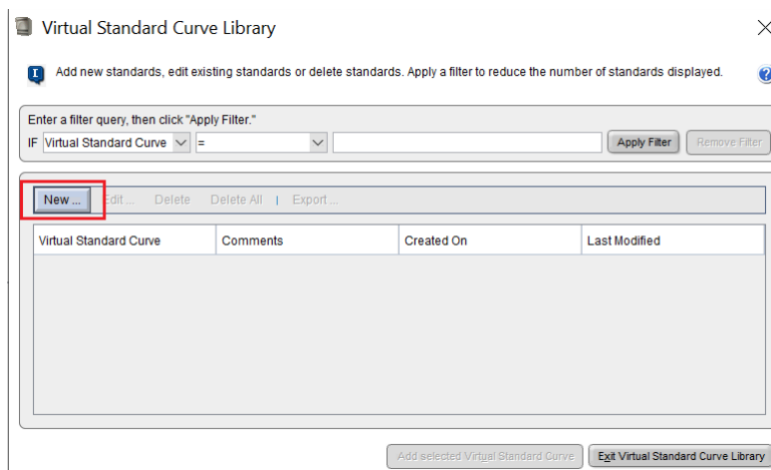

Рисунок 68
4. В открывшемся окне нажать «**New**» (рисунок 68).